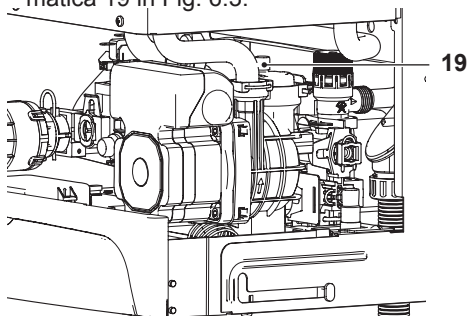

Fig. 6.3
- Alzare il tappo della valvola di sfiato automatica 19 in Fig. 6.3.